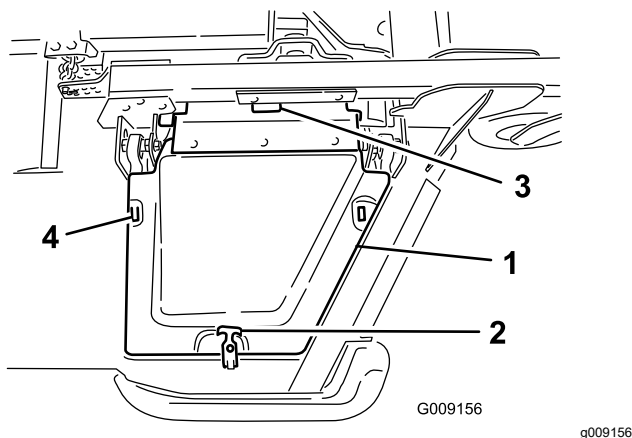

Figure 6
8. Posez le capot de l'ailette et fixez-le en position avec l'attache en caoutchouc (Figure 6).